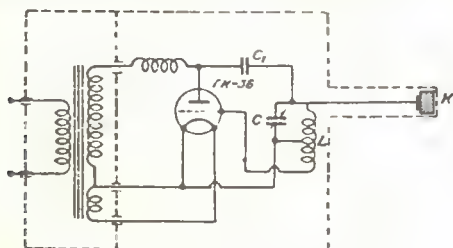

Рис. 1
1) Генератор, полностью питающийся от сети переменного тока и собранный по трехточечной схеме (рис. 1) на лампе типа ГК-36. Колебательный контур состоит из катушки самонадукции L и переменного конденсатора C . Последний имеет среднюю емкость около 150 см и дает возможность плавно изменять длину волны от 50 до 110 м. Переходной конденсатор C_1 имеет емкость 1 000 см. Колебательную мощность можно получить до 15 W. Генератор является тональным, так как анодное напряжение переменное (50 пер/сек). Поэтому колебания высокой частоты модулированы 50 периодами. Кварцевый излучатель K подключен параллельно переменному конденсатору C контура.